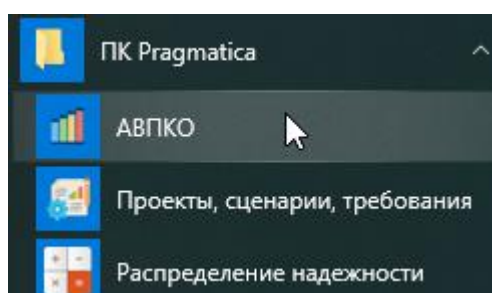

Рисунок 234 – Запуск рабочего окна «АВПКО»
1) В меню «Пуск» ОС Microsoft Windows в папке «ПК Pragmatica» выбрать пункт «АВПКО» (рисунок 234), или запустить исполняемый файл «FMESA» из папки установки ПК Pragmatica (ОС Microsoft Windows, ОС Astra Linux).